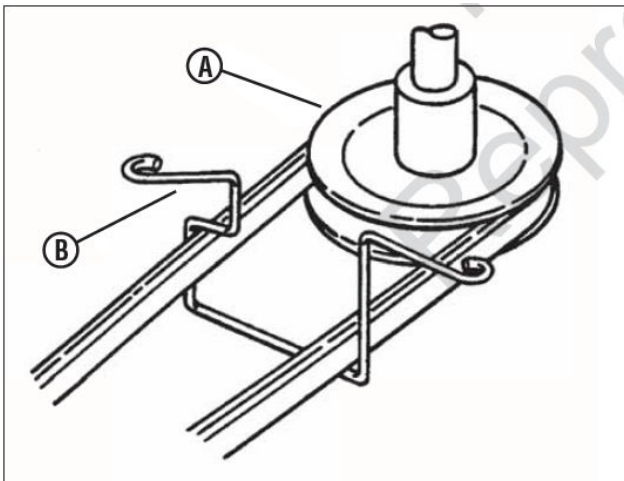

Рис. 45. Шкив и направляющая ремня
4. Проденьте новый ремень через направляющую ремня (В, рис. 45) к шкиву двигателя (А).